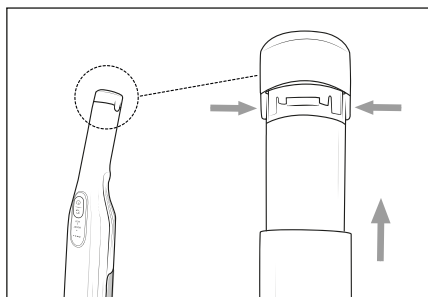

Fig. 10
- ◆ Para desmontar la batería ❶ del aparato, mantenga pulsados los dos botones de desencastre de la batería ❷ y tire de la batería ❶ para extraerla del aparato (consulte la fig. 10).